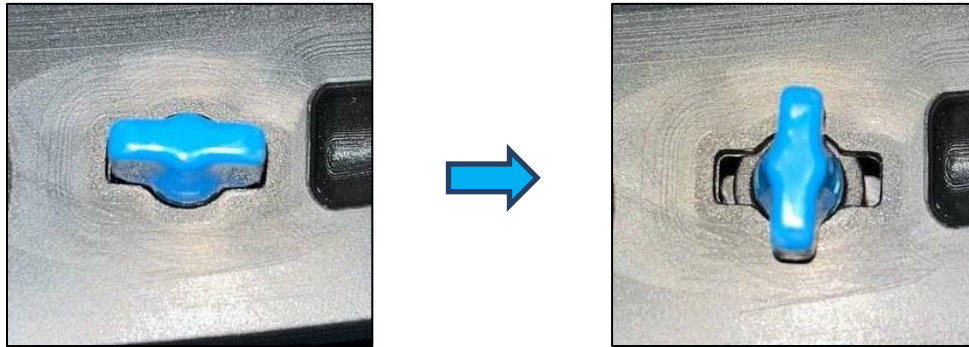

Fig. 9
6. Draai alle vier de bevestigingsmiddelen 90 graden om ze op hun plaats te vergrendelen. (Fig. 9)